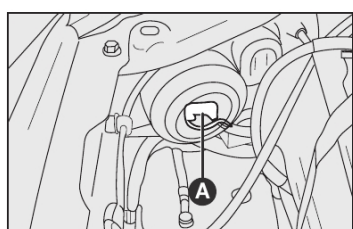

fig. 23
- 1) Soltar o conector **A-fig. 23** de alimentação da lâmpada;
- 7) Recolocar o conector de alimentação da lâmpada **A-fig. 23**.